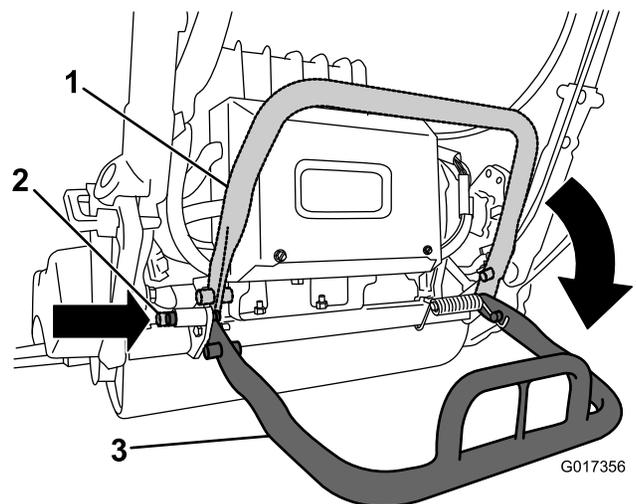

Figura 26
- Para utilizar o apoio ao remover o cilindro, baixe-o e empurre o pino de bloqueio para bloquear o apoio na posição de serviço (Figura 26).